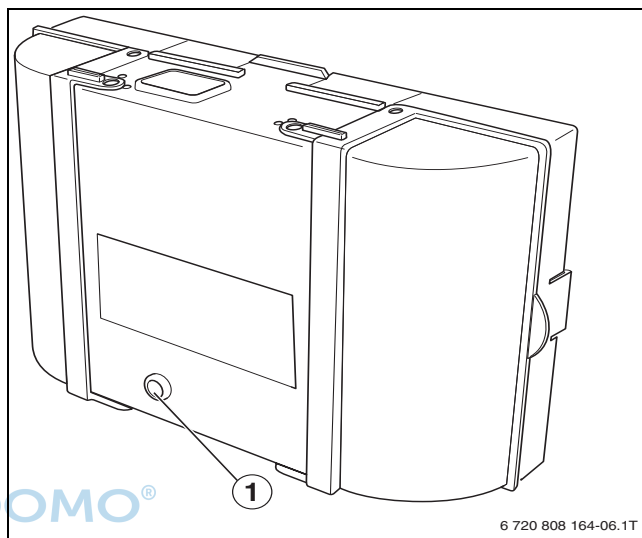

Bild 15 Störungen am Feuerungsautomaten zurücksetzen
- Reset-Taste am Feuerungsautomaten drücken (→Bild 15). Die Störung wird nicht mehr im Display angezeigt.